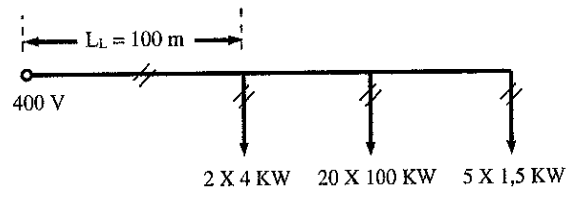

Figura 4.5
12) La instalación de un pequeño taller se compone de los siguientes receptores: dos motores de C.C. de 4 KW cada uno, 20 puntos de luz de 100 W cada uno, cinco calefactores de 1,5 KW cada uno. La tensión de alimentación es de 400 V (Figura. 4.5). Averiguar la sección de los conductores de la línea general si ésta se compone de un cable bipolar de PVC instalado bajo tubo y se admite una caída de tensión máxima del 4% de la de alimentación. Longitud de la línea es de 77 m.
El esquema de la Figura 4.5 es del tipo unifilar. El trazo representa a la línea y el número de conductores de ésta se representa por unas rayitas cruzadas (como en nuestro caso la línea tiene dos conductores: //).